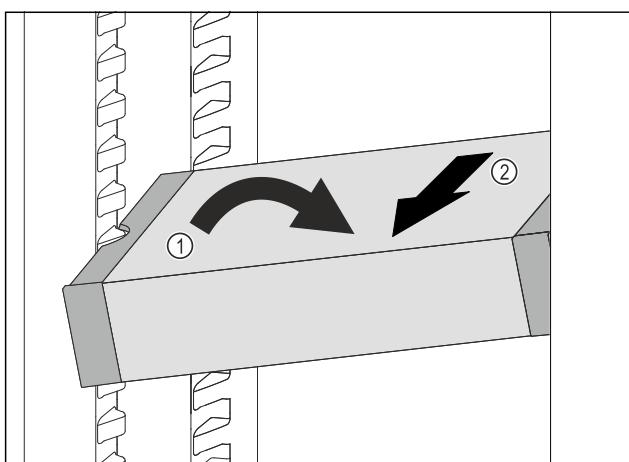

Fig. 137
- Наклонете VarioSafe в хладилната част. Fig. 137 (1)
- Извадете VarioSafe напред. Fig. 137 (2)